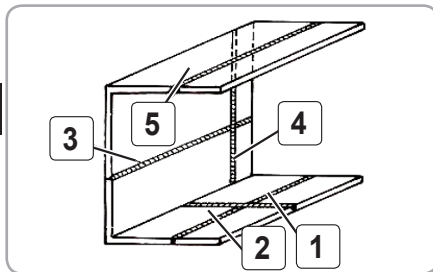

Fig.18
- cusături în V/I (Y), se recomandă pentru sudarea pieselor cu grosime de 8-24mm. Prelucrarea pieselor se face pe o parte, pe o anumită grosime a acestora (în general pe jumătate din grosime). Acest mod de prelucrare a marginilor se întâlnește de obicei la procedeul de sudare sub strat de flux în cazul în care sudarea se face automat.
- cusături de sudură în 1/2V, 1/2U, 1/2X (K) se utilizează mai rar, recomandându-se la sudarea orizontală pe perete vertical (pentru a împiedica scurgerea metalului topit) și la îmbinările în T.
- pentru îmbinări cu cusături în adâncime (fig.18):
- îmbinări sudate orizontale în plan vertical (3);
- îmbinări sudate verticale în plan vertical (4).
- îmbinări sudate de plafon (peste cap) (5);